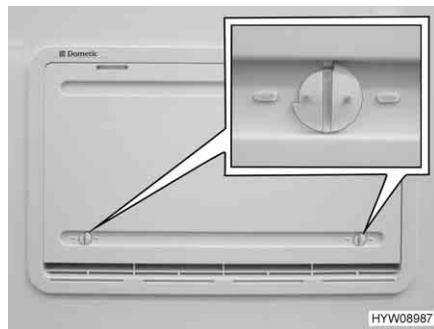

Fig. 228 Cubierta de invierno
Si el frigorífico ha de funcionar a temperaturas exteriores bajas, el fabricante recomienda la utilización de una cubierta de invierno (Fig. 228) para las rejillas de ventilación del frigorífico.
- Abrir ambos bloqueos (Fig. 228) (la ranura está en posición horizontal).